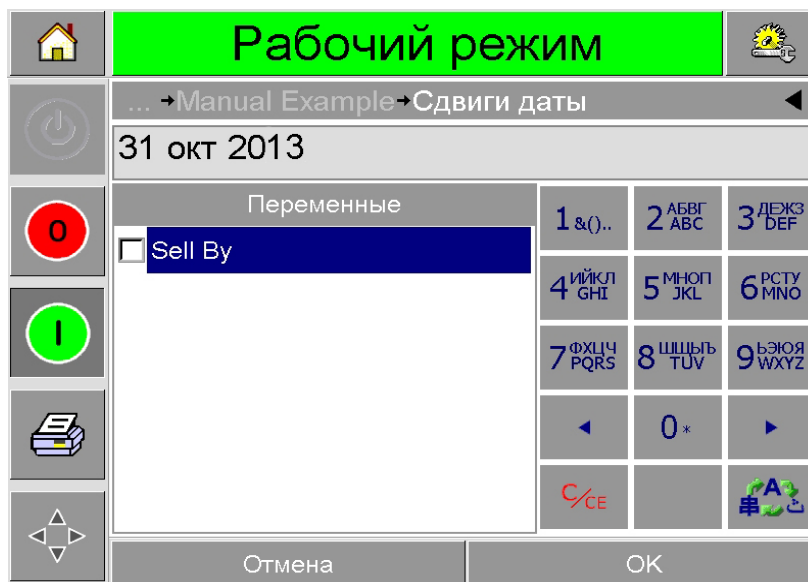

Рис. 4-9: Окно данных по умолчанию
- 1 Чтобы выбрать из списка необходимую переменную задания на печать, нажмите на необходимую переменную. Текущая информация отображается в окне данных (Рис. 4-9).